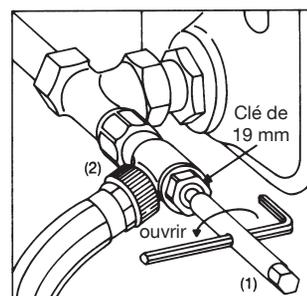

Fig. 6
- 3.4 Visser l'outil de vidange et de remplissage (2) sur le raccord «Combi 4/3/C» et fixer un tuyau (fig. 6).
- 3.5 Ouvrir le purgeur du radiateur. Poser la clé à six pans (clé de 10) (1) sur l'outil de vidange et de remplissage (2) et vidanger le radiateur en tournant l'outil vers la gauche (fig. 6).